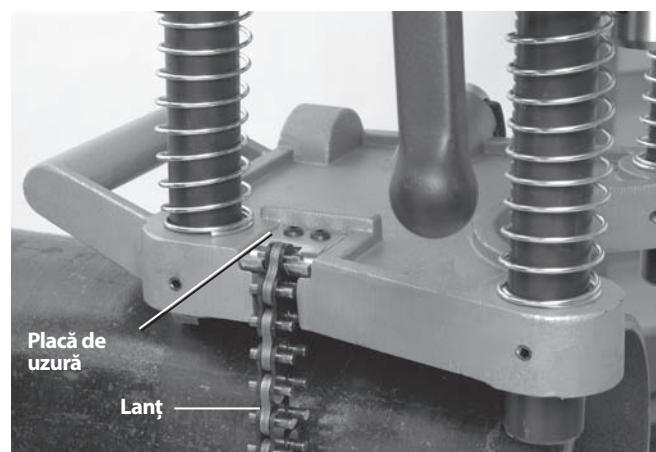

Figura 5 – Agățarea lanțului HC-450
3. Țineți întotdeauna cel puțin o mână pe dispozitivul de perforare pentru a-l stabiliza și a-l ghida. Apucați capătul lanțului și trageți-l strâns în jurul țevii. Agătați cel mai apropiat bolț de lanț de placă de uzură și strângeți ferm maneta pivotantă pentru ține strâns dispozitivul de perforare pe țeavă. (Vezi figura 5.)